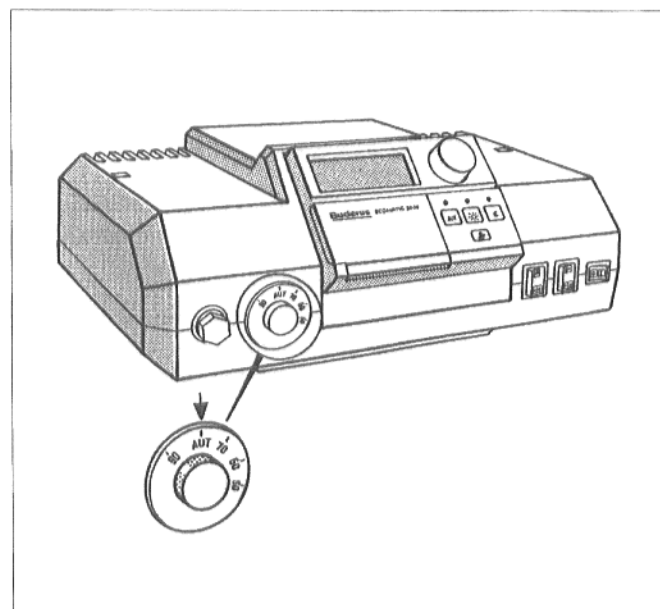

Рис. 2: регулятор температуры котельной воды
- Установить регулятор температуры котельной воды (рис. 2) на "AUT". Без "Регулирования-Ecomatic" необходимо установить желаемую температуру.